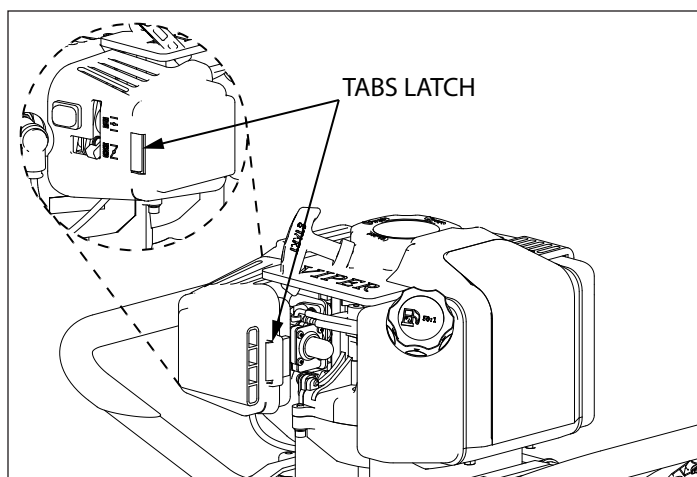

Figure 3
2. Pour détacher le couvercle de filtre à air, serrer les pattes de fermeture de part et d'autre du couvercle. **VOIR FIGURE 3.**